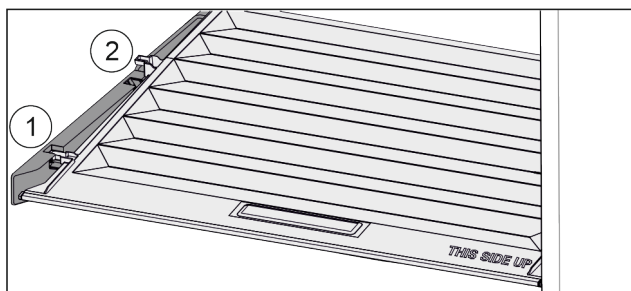

Fig. 32
- ▶ Vytáhněte víko dopředu až k otvoru v přídržných dílech Fig. 32 (1).
- ▶ Vzadu zespodu nadzvedněte a vyjměte směrem nahoru Fig. 32 (2).